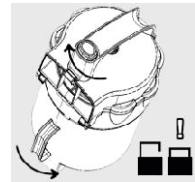

Рис. 18
5. Знову заблокувати кришку на пилесборнику, поверніть їх в протилежному напрямку (рис. 18).